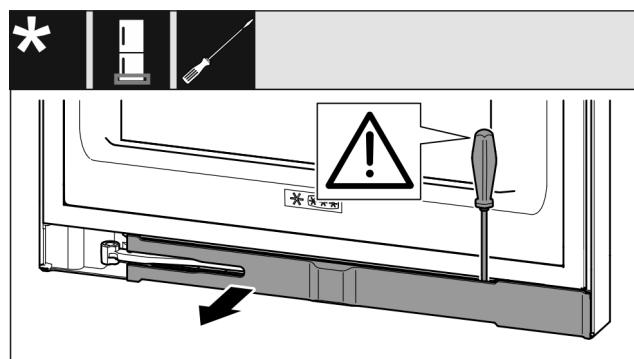

Fig. 13
- Plochým šroubovákem vyjměte záslepku a otočte ji ke straně Fig. 13 () .